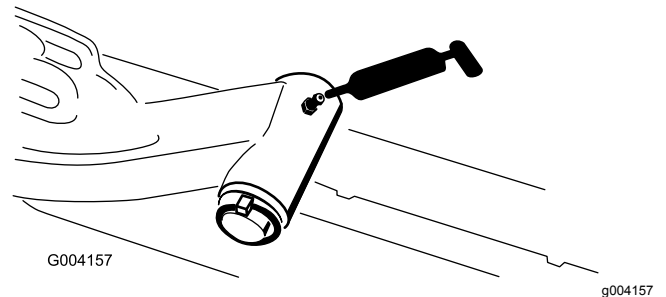

Figura 30
- Albero di articolazione del braccio di sollevamento (1 ciascuno) - Figura 30